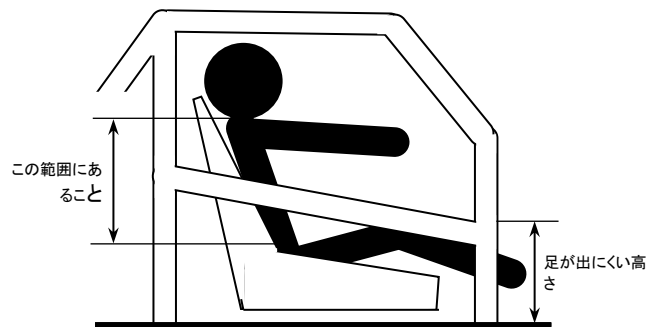

図2 サイドバーの取り付け高さ
② サイドバー及びドアの高さは、ドライバーが車両静止状態でシートに着座した状態で、腰骨の高さ以上、肩の高さ以下とし、足が容易に出ない高さを有すること(図2参照)。